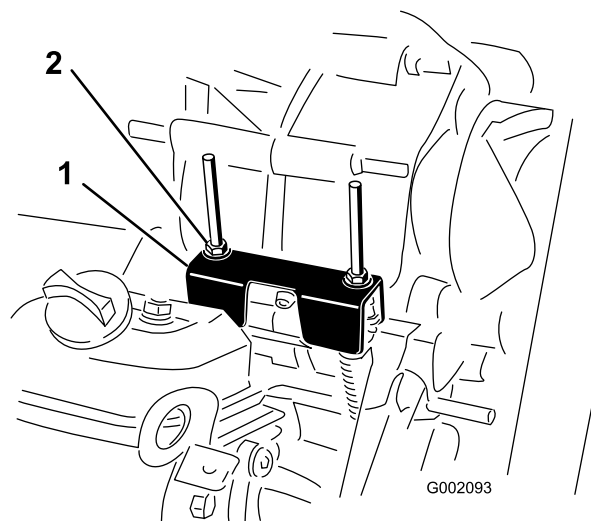

Рисунок 58
3. Поверните одну из контргаек (Рисунок 58), чтобы получить зазор от 0,762 до 1,52 мм между нижней частью гайки/шайбы и кронштейном нейтрали.
При выполнении планового техобслуживания и/или диагностики двигателя ведущий мост необходимо переключить в нейтральное положение (Рисунок 58). У автомобиля есть нейтральное положение на рычаге переключения передач, которое включает нейтральное положение в ведущем мосту. Необходимо выполнить следующие действия, чтобы убедиться в правильной работе рычага переключения ведущего моста в нейтральное положение:
2. Убедитесь, что кронштейн нейтрали находится в нейтральном положении (на уровне кронштейна крепления троса, расположенного под кронштейном переключения передач), повернув ведомое сцепление (Рисунок 58).